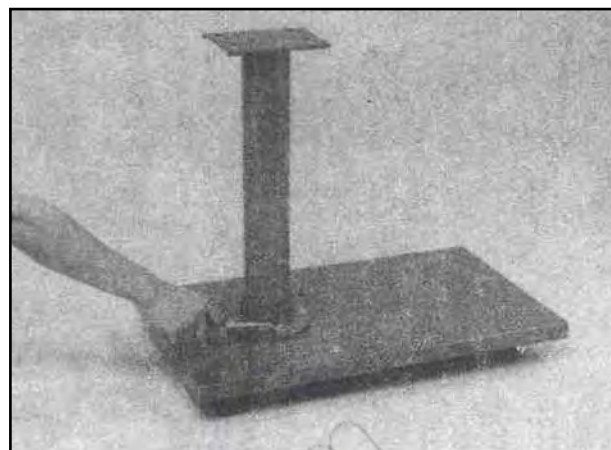
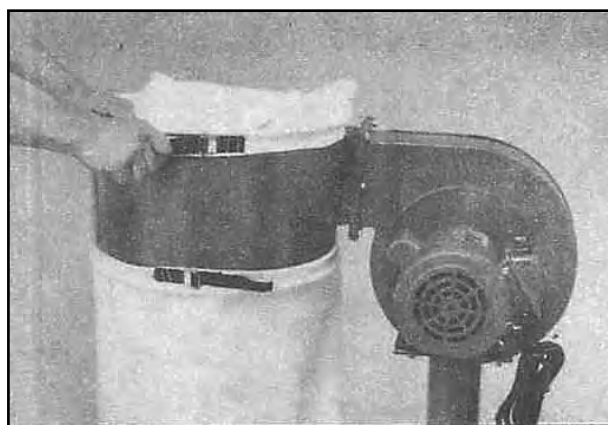

Figura 8- Montaggio della base di supporto.
Figura 11- Montaggio dei sacchi.
Installate il piedistallo (A) sulla base di supporto (con la parte circolare sotto), stringendo le quattro viti nelle sedi tramite una chiave per dadi esagonali di 13 mm (Figura 8).
Terminate il montaggio della macchina con **l'installazione dei sacchi di raccolta e di filtraggio** (vedere la figura 8). Stringete con cura la cinghia dopo averla fatta passare oltre il bordo del convogliatore. Appendete il sacco superiore **all'apposita asta di sostegno** (Figura 11).